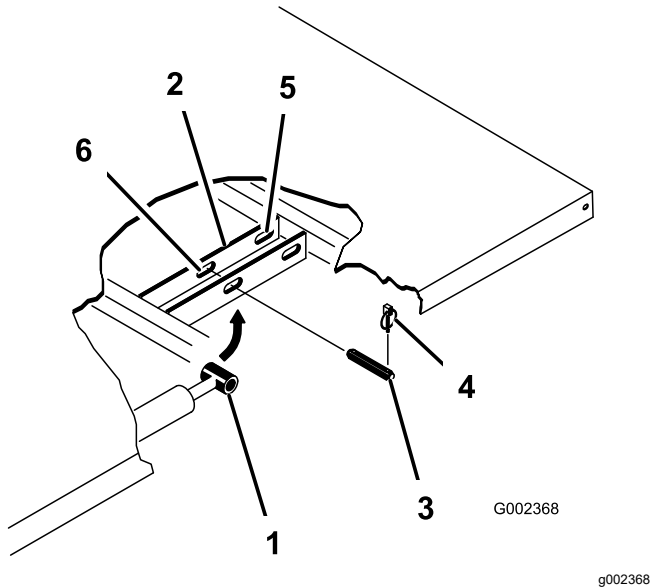

Figure 33
3. Retirez les goupilles à anneau aux extrémités extérieures des axes des tiges de vérins (Figure 33).
4. Retirez les axes de chape qui fixent les côtés des tiges des vérins aux plaques de montage du plateau en les poussant vers l'intérieur (Figure 33).
5. Enlevez les goupilles à anneau et les axes de chape qui fixent les supports de pivot aux profilés du cadre (Figure 33).